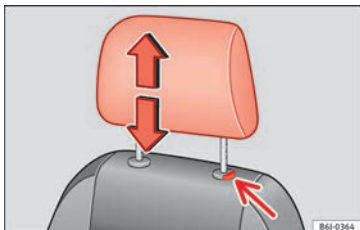

Fig. 76 Ajuste o desmontaje del apoyacabezas.
- Pulse la tecla » fig. 76 (flecha).